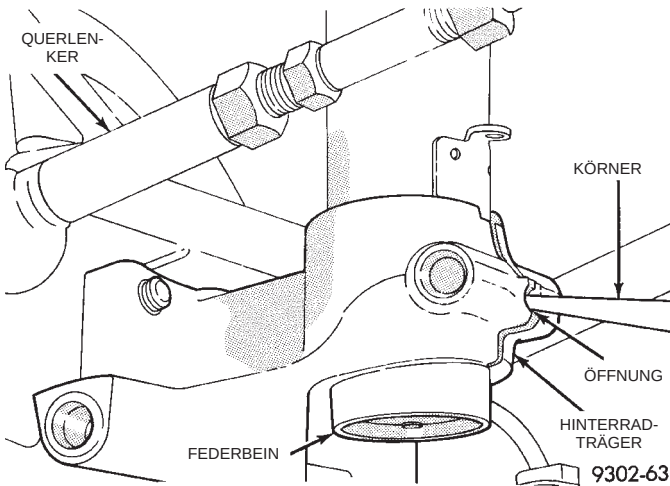

Abb. 19 Körner in den Hinterradträger eingebaut
(11) Einen Körner in die Öffnung am Hinterradträger stecken (Abb. 19). Den Körner in die Öffnung hineinklopfen, bis er fest sitzt. Dadurch wird der Hinterradträger für den Ausbau des Federbeins gespreizt.